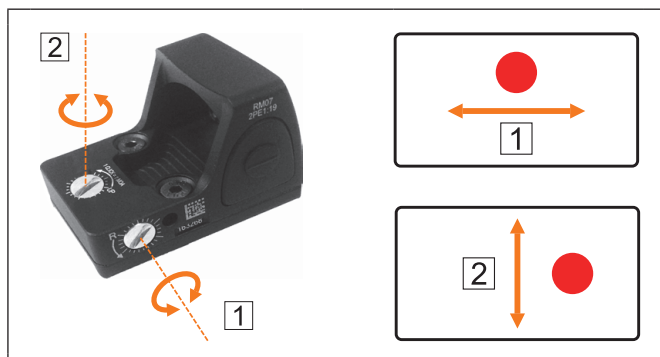

Fig. 24: Viseur – Réglage de la distance avec la vis de réglage
4. Ajustez le viseur à l'aide des vis de réglage (fig. 24).